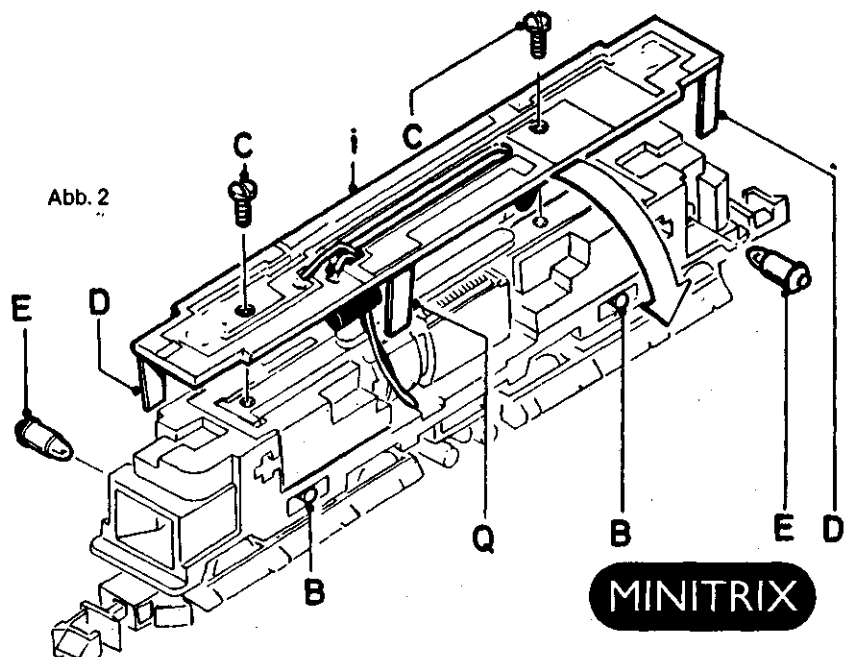

Abb. 2
#### Lämpchenwechsel (Abb. 2)
**Austausch der Drehgestelle (Abb. 2 und 3)**
### Verwisselen van lampje (afb. 2)
Schroeven C losdraaien (afb. 2) en schakelplaat wegnemen. Lampjes E kunnen dan aan de zijkant van het chassis verwijderd en vervangen worden. Bij het weer monteren van de schakelplaat er op letten dat contactveren D goed tegen de soldeerdruppel van de lampjes aandrukken en contactveer Q tegen de zijkant van de motor.
Schroeven C (afb. 2) losdraaien en schakelplaat opwaarts afnemen. Motorklemmen G met schroevendraaier opwippen en door het chassis naar buiten drukken. Nu de veertjes in openingen H naar beneden/buitenwaarts drukken en gelijktijdig motor aan achterzijde met vinger voorzichtig naar buiten drukken. Eerst de ene en dan de andere kant.
### Draaistellen vernieuwen (afb. 2 + 3)
Draaistelstiften B (afb. 2 en 3) met schroevendraaier doordrukken en eruit trekken. De draaistellen kunnen dan naar onderen afgenomen worden. Bij montage van de draaistellen er op letten dat het tandwiel weer op de juiste wijze in het wormwiel past en dat de draaistelstiften zonder kracht weer ingeschoven worden, daar deze stiften gelijktijdig als assen voor de tandwielen fungeren. Verwisseling van de draaistellen heeft rijrichting-verandering tot gevolg.